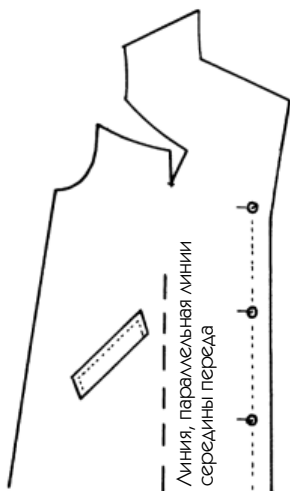

Рис. 508
1. На лекале изделия начертите листочку, а также линию, параллельную срединной линии переда (рис. 508) (листочка на примере имеет длину 15 см и ширину 4 см).